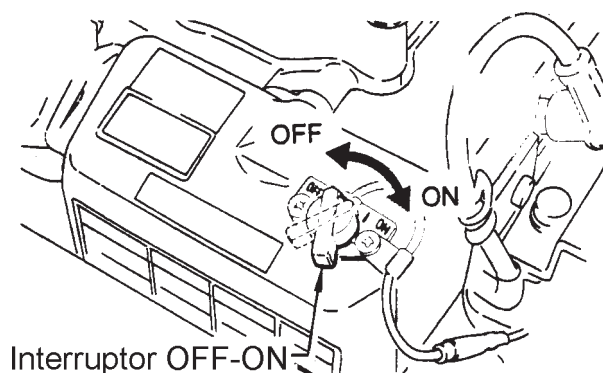
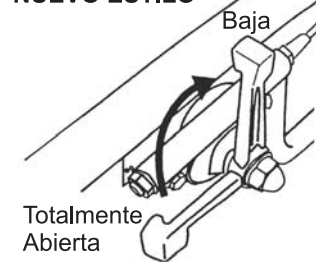

Figura 6. Interruptor OFF-ON
Figura 10. Palanca del Acelerador (Baja)
2. Coloque el interruptor de ENCENDIDO/APAGADO (ON/OFF) (Figura 6) en su posición “ENCENDIDO” (“ON”)
1. Mueva la palanca del acelerador rápidamente desde su posición **TOTALMENTE ABIERTA** a **BAJA** (Figura 10) y deje el motor funcionando por tres minutos a su velocidad baja. Después deje que el motor se **enfríe**, gire el interruptor de encendido/paro hacia su posición de «**PARO**» (Figura 6) hasta que el motor se apague por completo.